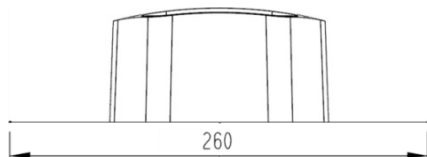

图 14-5 绘制一条直线
(9) 选取“菜单|插入|曲面|有界平面”命令，封闭表面上的4个圆孔。
(10) 单击“拉伸”按钮，在【拉伸】对话框中单击“绘制截面”按钮，选取ZOX平面为草绘平面，绘制一条直线，如图14-5所示。